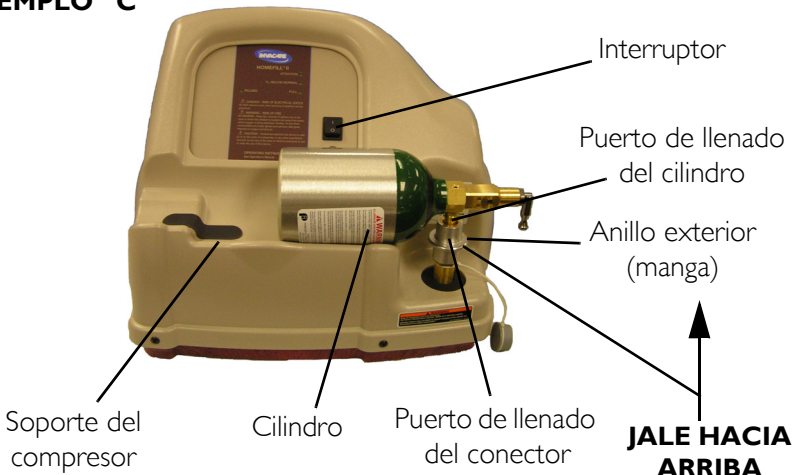

FIGURA 4.5 Conexión del cilindro al compresor
6. Sujete el conjunto del cilindro, tal como se muestra en el ejemplo "A" en FIGURA 4.5.
7. Ubique el cilindro en el soporte del compresor, tal como se muestra en el ejemplo "C" en FIGURA 4.5.
8. Alinee el puerto de llenado de cilindro con el puerto de llenado del conector, tal como se muestra en el ejemplo "C" en FIGURA 4.5.
9. Jale hacia ARRIBA el anillo exterior (manga) del puerto de llenado del conector (Ejemplo "B") mientras PRESIONA hacia abajo el conjunto del cilindro para acoplar el puerto de llenado del cilindro en el puerto de llenado del conector, tal como se muestra en el ejemplo "B" en FIGURA 4.5.